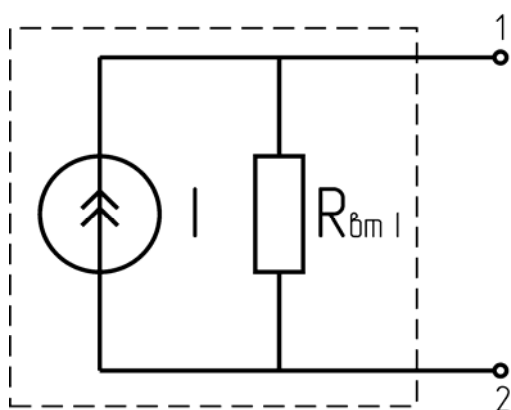
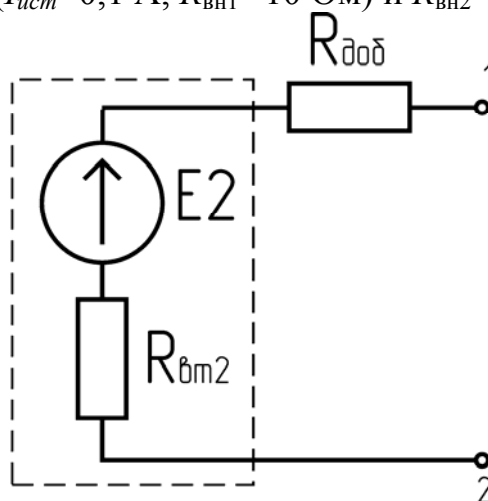

Рис.5
Рис.6
1. Используя условия эквивалентности источников конечной мощности тока (рис.5) и напряжения (рис. 6), определить параметры E_2 и $R_{доб}$ цепи рис.6, если известны параметры источника тока ($I_{ист}=0,1$ А, $R_{вн1}=10$ Ом) и $R_{вн2}=2$ Ом.
2. Проверить эквивалентность источников (схемы рис.5 и рис.6). Для этого:
2.1. измерить напряжение U_{12} при разомкнутых выводах 1-2 источника тока $I_{ист}$ (см. рис.5);
2.2. измерить напряжение U_{12} источника тока $I_{ист}$ (см. рис.5) поочередно подключая к клеммам 1-2 резисторы R_2 и R_3 .
2.4. собрать схему в соответствии с рис.6 предварительно установив, рассчитанные в п.2, величину ЭДС E_2 на источнике с регулируемой ЭДС и величину $R_{доб}$ на блоке переменного сопротивления R_4 .
2.5 повторить измерения аналогичные п.2.1. и п.2.2. для источника напряжения (см. рис.6), записать результаты измерений в табл.1 и сравнить с данными для источника тока.
1.1. сопротивление резистора, который необходимо подключить к источнику тока (рис.5) для получения $U_{12}=0,5$ В;
1.2. сопротивление резистора, который необходимо подключить к источнику напряжения (рис.6) для получения $U_{12}=0,5$ В;